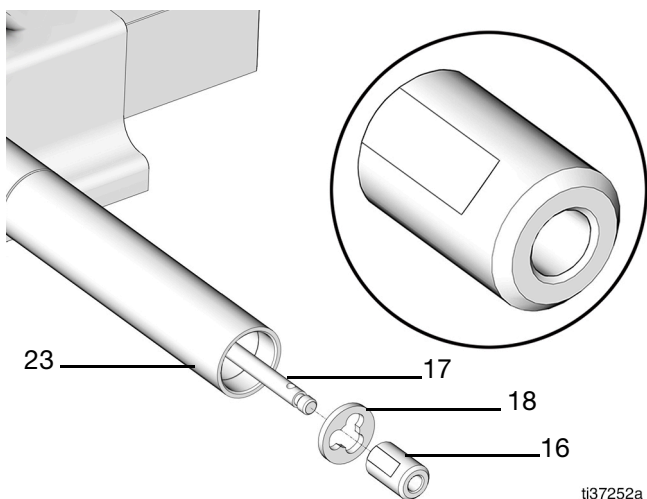

Рис. 62
18. Поместите проставку (18) в трубу нижнего блока насоса (23) до упора (Рис. 62).
19. Прикрепите переключающий клапан (16) на лопаточный шток (17) меткой вверх (Рис. 62).